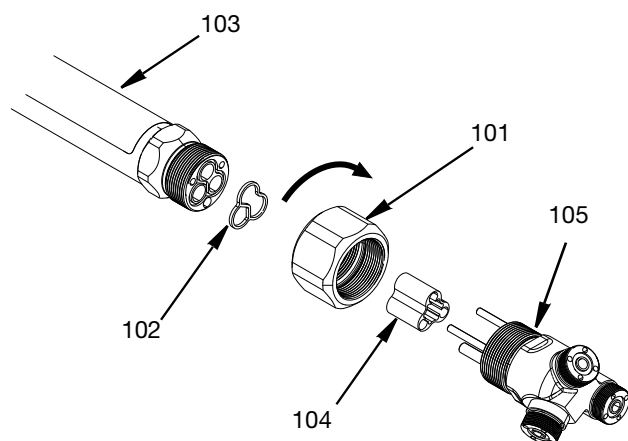

FIG. 29
- Inserire i perni di riferimento del gruppo adattatore a 3 teste (105) nel gruppo tubo lungo (103). Ruotare il dado tenditore in senso orario guardandolo stando rivolti verso l'alloggiamento girevole in modo che le filettature del gruppo tubo lungo (103) e del gruppo adattatore a 3 teste (105) si innestino contemporaneamente. Serrare il dado a (101,69 N•m) 75 ft-lb. Vedere FIG. 29.